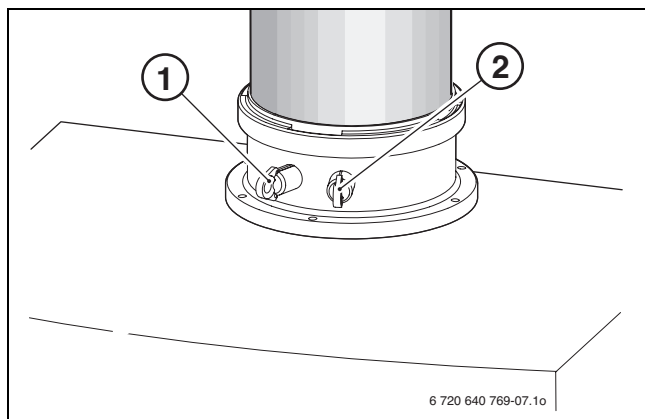

Bild 52
- ▶ Stopfen am Verbrennungsluft-Messstutzen [2] entfernen (→ Bild 52).
- ▶ Stopfen am Abgassmessstutzen [1] entfernen (→ Bild 52).